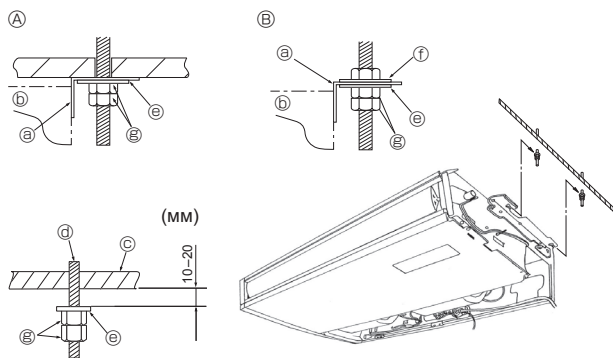

Fig. 3-5
② Приложение силы для открытия воздухозаборной решетки или открытие ее под углом больше 120° может повредить петли.
3.3. Установка внутреннего прибора (Fig. 3-5)